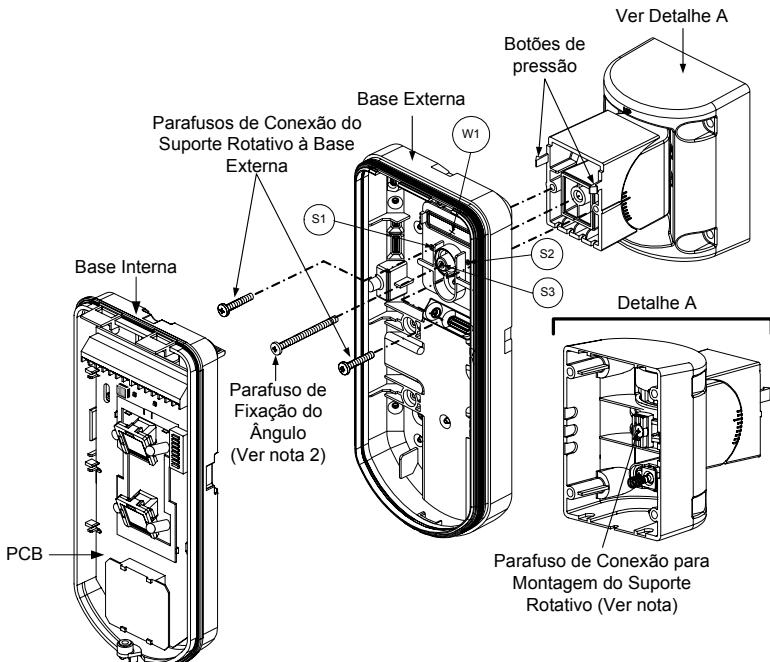

Figura 7
A mola do Tamper S5 (Figura 7) deve fazer contato com a parede através dos furos M2 ou M3 do AMSC. Assegure-se de ouvir o "Clique" quando conecta-lo na parede.
9. Fixe a base externa no suporte com os dois parafusos fixados nos furos pré-marcados S1 e S2 (Figura 7).
10. Insira o parafuso incluso de travamento do ângulo da base externa através do furo pré-marcado de parafuso de travamento de ângulo S3 na base externa do suporte padrão (Figura 7).
Quando as duas marcas das partes móveis do suporte estiverem alinhadas (Figura 7), o suporte padrão estará na posição de 0° vertical /horizontal. Cada clique da posição representa uma mudança de posição Vertical / Horizontal de 5°.